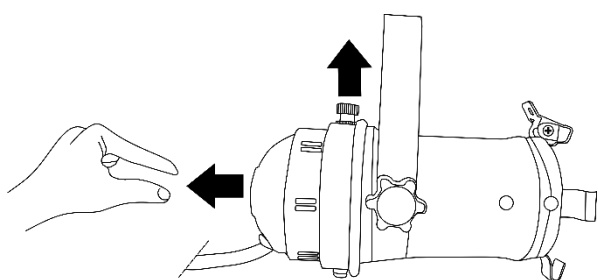
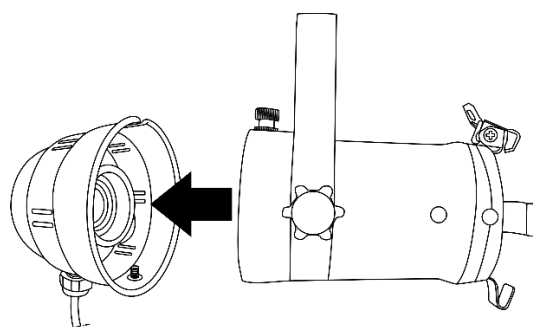

Fig. 03
Fig. 04
- 02) Tirez le levier à ressort dans le sens de la flèche et retirez le couvercle cache arrière de la lampe (fig. 03 et fig. 04).